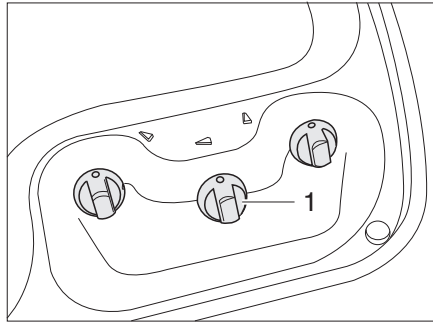
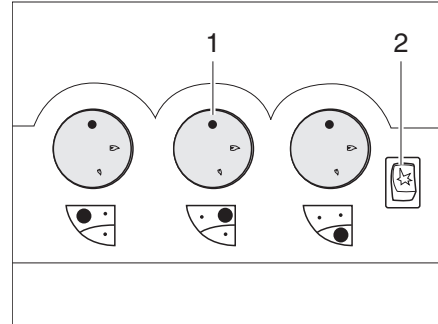

Fig. 312 Éléments de commande pour le réchaud à gaz (sans touche d'allumage piézo)
Fig. 313 Éléments de commande pour le réchaud à gaz (avec touche d'allumage piézo)
- Tourner le bouton tournant (Fig. 312,1 ou Fig. 313,1) du brûleur désiré en position d'allumage (grande flamme).
- Si une touche d'allumage (Fig. 313,2) est présente : Générer une étincelle en appuyant sur la touche d'allumage.